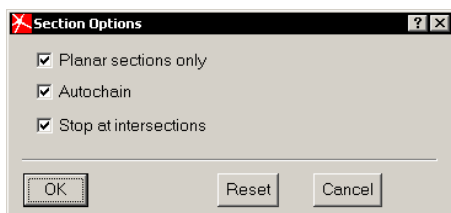

图 2-4 Section Options 对话框
5. 创建拔模截面。单击图标面板中的按钮,单击鼠标右键,出现右键菜单。选择选项中的 Section Options,出现 Section Options 对话框(如图 2-4 所示),选中 Stop at intersections 前面的复选框,然后再单击 OK 按钮。